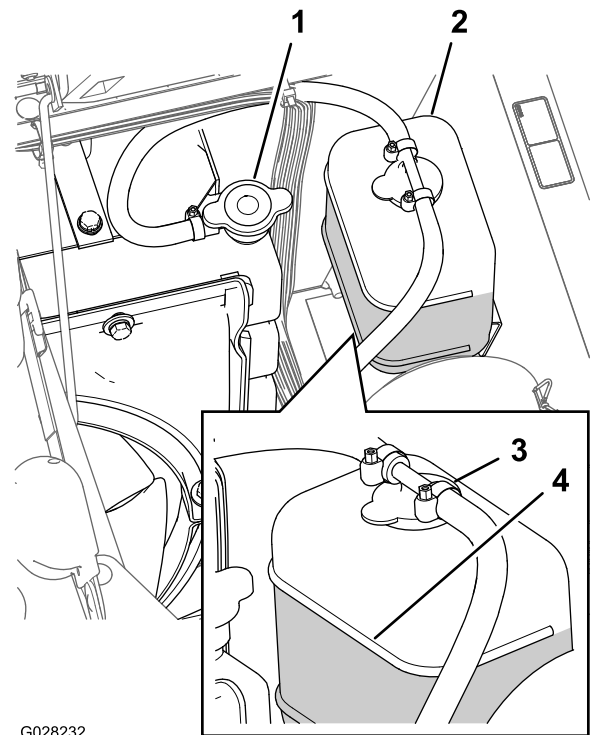

Bild 20
3. Schrauben Sie den Kühlerdeckel und den Deckel vom Ausdehnungsgefäß vorsichtig ab (Bild 20).
Hinweis: Der Kühler muss bis zur Oberkante des Füllstutzens, und das Ausdehnungsgefäß bis zur Voll-Markierung am Behälter gefüllt sein (Bild 20).
5. Wenn der Kühlmittelstand niedrig ist, nehmen Sie den Deckel des Ausdehnungsgefäßes und den Kühlerdeckel ab. Füllen Sie dann das Ausdehnungsgefäß bis zur VOLL-Markierung und den Kühler bis zur Oberkante des Einfüllstutzens (Bild 20).
6. Drehen Sie die Deckel wieder auf das Ausdehnungsgefäß und den Kühler auf (Bild 20).